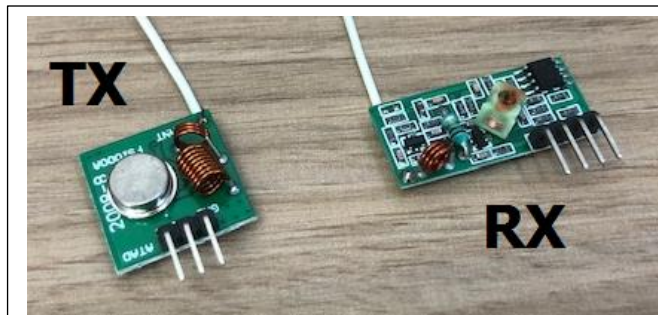

Figura 1 - Módulos TX RX de 433MHz.
Os módulos de transmissão e recepção na frequência de 433MHz representam uma excelente alternativa para aqueles que desejam desenvolver projetos de RF com boa estabilidade. Dependendo do fabricante, os módulos podem apresentar uma transmissão de até 100 metros em área aberta. São extremamente fáceis de usar e o seu princípio de funcionamento é descrito no presente artigo. Na **Figura 1** apresentamos uma imagem real dos referidos módulos, os mesmos podem ser adquiridos facilmente em lojas de Eletrônica e a baixo custo.
Como pode se observar na Figura 1, o módulo transmissor (TX) é consideravelmente mais simples em relação ao receptor (RX), pois este último tem a tarefa de receber o sinal do ar e recuperá-lo no meio de possíveis ruídos e interferências. Os módulos de RF funcionam com modulação ASK (*amplitude-shift keying*). Esta modulação basicamente consiste em enviar ou não